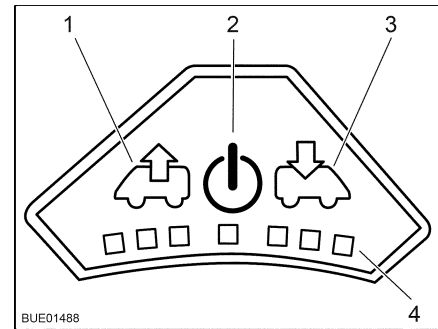

Bild 92 Bedienfeld des Ventilators
**Einschalten:** ■ Taste Ein/Aus (Bild 92,2) drücken. Der Ventilator läuft im Komfortmodus (Entlüften mit niedrigster Ventilator-drehzahl).
- Um die Ventilatorzahl zu erhöhen: Taste Entlüften (Bild 92,1) drücken. Die Ventilatorzahl in Entlüftungsrichtung nimmt um eine Stufe zu. LEDs (Bild 92,4) zeigen die Schaltstufen an.
- Um die Ventilatorzahl zu verringern: Taste Belüften (Bild 92,3) drücken. Die Ventilatorzahl nimmt um eine Stufe ab.
- Um die Ventilatorzahl zu erhöhen: Taste Belüften (Bild 92,3) drücken. Die Ventilatorzahl in Belüftungsrichtung nimmt um eine Stufe zu. LEDs (Bild 92,4) zeigen die Schaltstufen an.
- Um die Ventilatorzahl zu verringern: Taste Entlüften (Bild 92,1) drücken. Die Ventilatorzahl nimmt um eine Stufe ab.
- Taste Ein/Aus (Bild 92,2) drücken. Der Ventilator stoppt, die LEDs erlöschen.